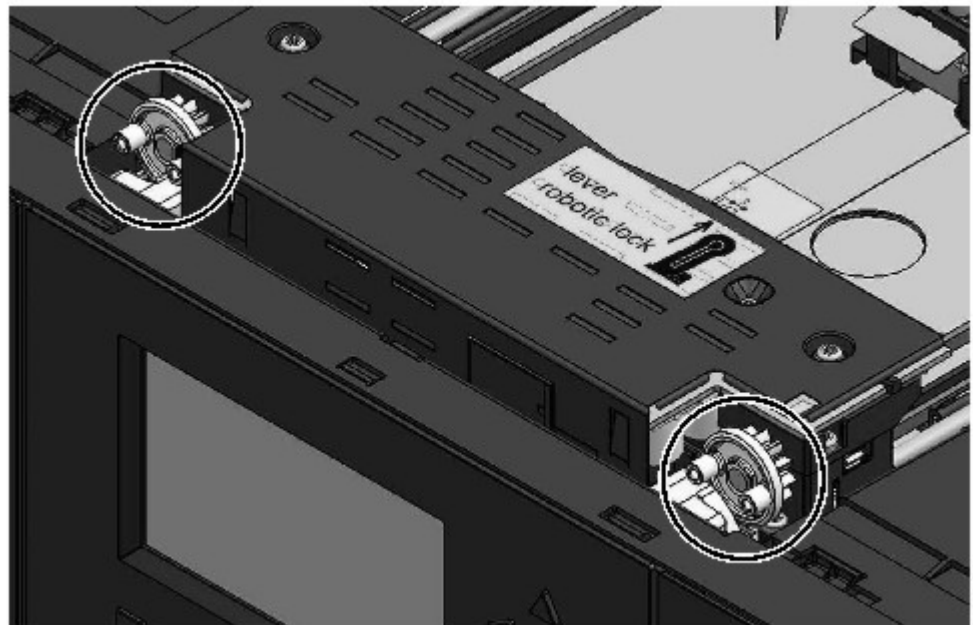

Abbildung 75. Stifte sind horizontal ausgerichtet
1. Jede Ecke des Zugriffsmechanismus verfügt über ein Zahnrad mit zwei hervorstehenden Stiften. Drehen Sie eines der Zahnräder am Zugriffsmechanismus so, dass die zwei Stifte horizontal ausgerichtet sind. Siehe Abbildung 75 auf Seite 166